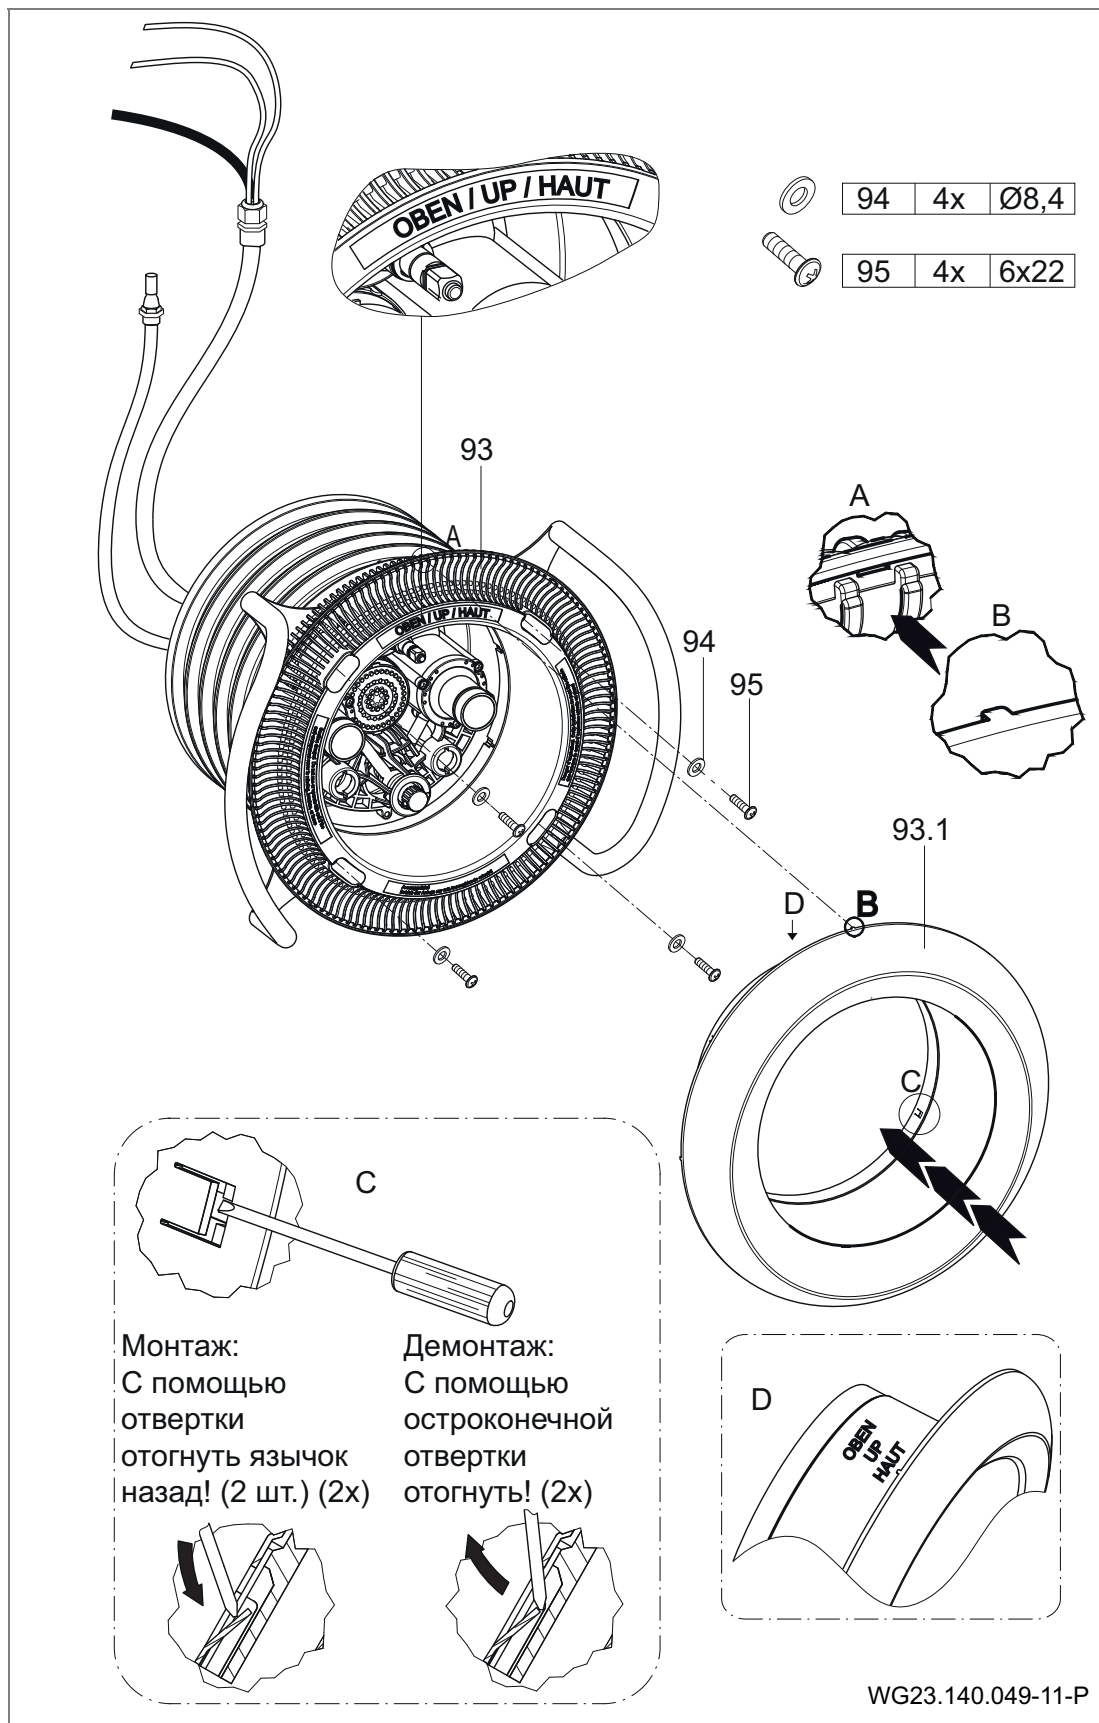
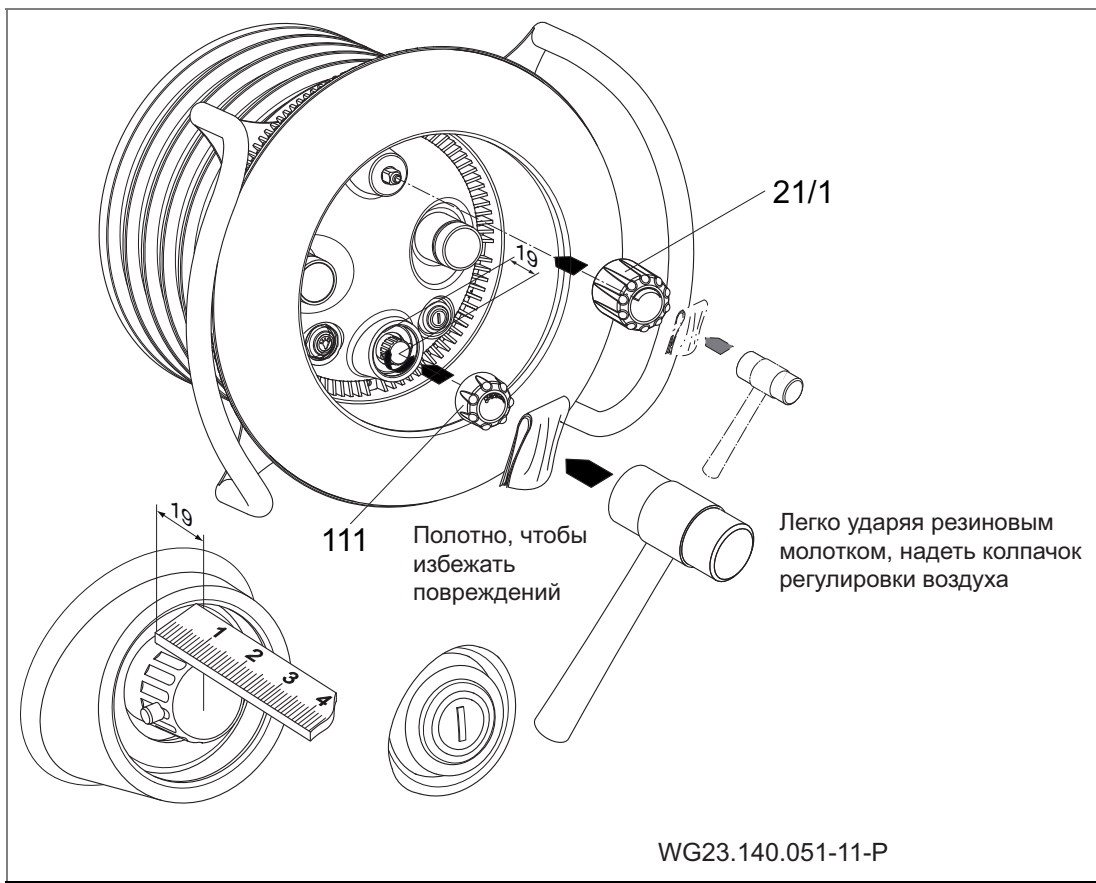

Рис. 17
Рис. 19
8. Приложить заглушку всасывания (93) к зажимному кольцу (28) и прикрепить с помощью четырех подкладных шайб (94) и четырех самонарезающих винтов (95). Следить за расположением. (Рис. 17)
9. Расположить заглушку из высококачественной стали (93.1) с выступающими утолщениями в имеющихся выемках заглушки всасывания (93) Следить за меткой "OVEN" (ВЕРХ) на заглушке из высококачественной стали. Для фиксации заглушки с помощью отвертки отогнуть назад два смещенных в сторону язычка. (Рис. 17)
12. Primavera: С помощью резинового молотка и защитной салфетки надеть колпачок регулировки количества (111) и воздуха (21/1). (Рис. 19)
1. Снять крышку для регулирования расхода (111) и воздуха (21/1). См. "Рис. 19".
2. Открутить саморезы (112) и снять прозрачный кожух (110).
3. Две боковые накладки стальной диафрагмы отогнуть вперед и снять диафрагму. См. "Рис. 17".
4. Открутить саморезы (95) и снять всасывающую диафрагму (93) и рукоятку ().
5. При необходимости открутить саморезы (61). Снять сопловой корпус (102.1). При этом обратить внимание на внутренний воздуховод (4), закрепленный на встраиваемом корпусе (1).
6. Открутить саморезы (52). Снять рукоятку (70), стяжное кольцо (28) и уплотнение стяжного кольца (27).